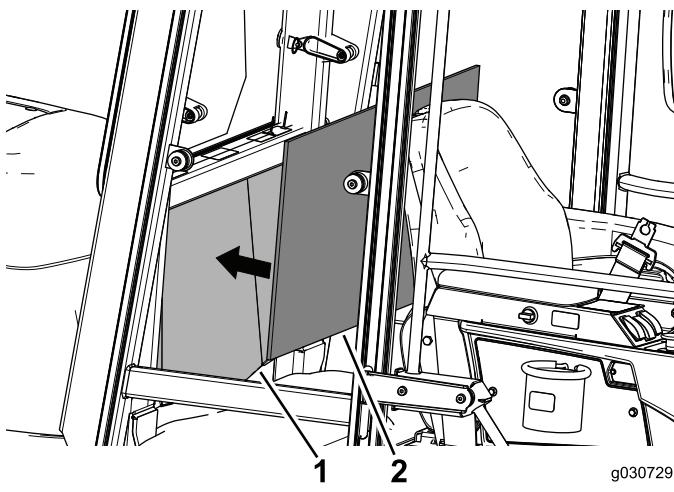

図 31
2. 内装パネルを、キャブ内部のバックパネルの中央に合わせて、取付位置を確認する図 31。